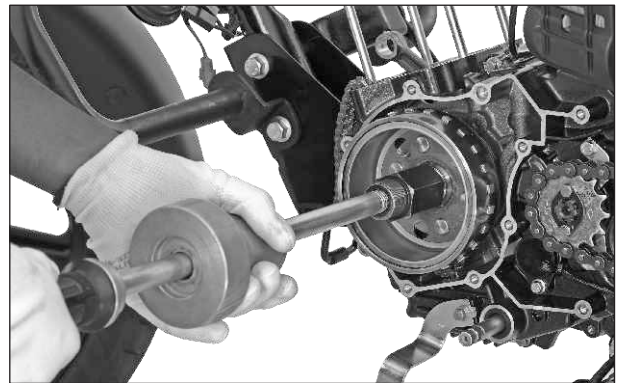

Fig. 3.113
- Use la herramienta especializada para retirar la volante. (Fig. 3.113)